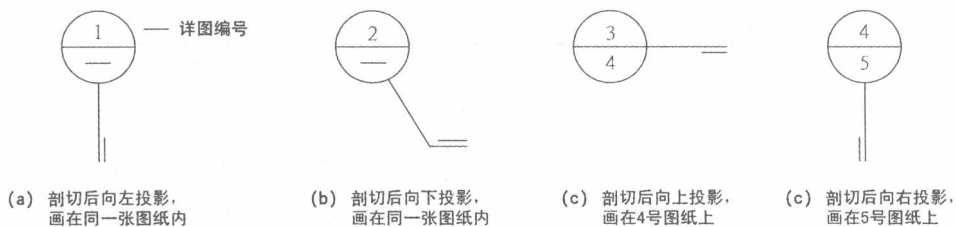

图1-3 详图索引符号
- (1) 详图索引符号及详图符号。在平、立、剖面图中需要另设详图表示的部位标注一个索引符号,以表明该详图位置,这个索引符号即详图索引符号。详图索引符号采用细实线绘制,圆圈直径 10mm。如图 1-3 所示,图 1-3a~d 用于索引剖面详图,当详图就在本张图纸上时,采用图 1-3e 的形式;当详图不在本张图纸上时,采用图 1-3a、c、d、f、g 的形式。